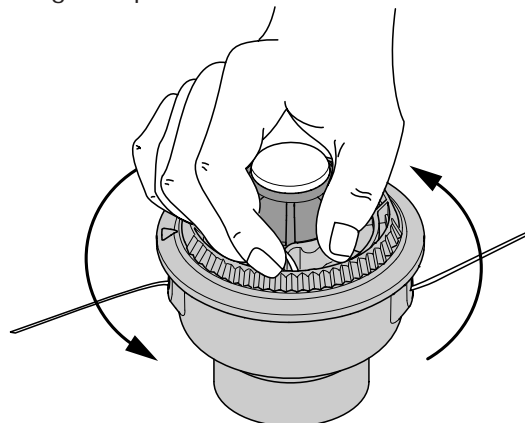

Fig. 22
8. Sostenga la bobina exterior. Bobine el carrete interior en sentido antihorario hasta que queden alrededor de 102 mm (4 pulgadas) de línea (Fig. 22).